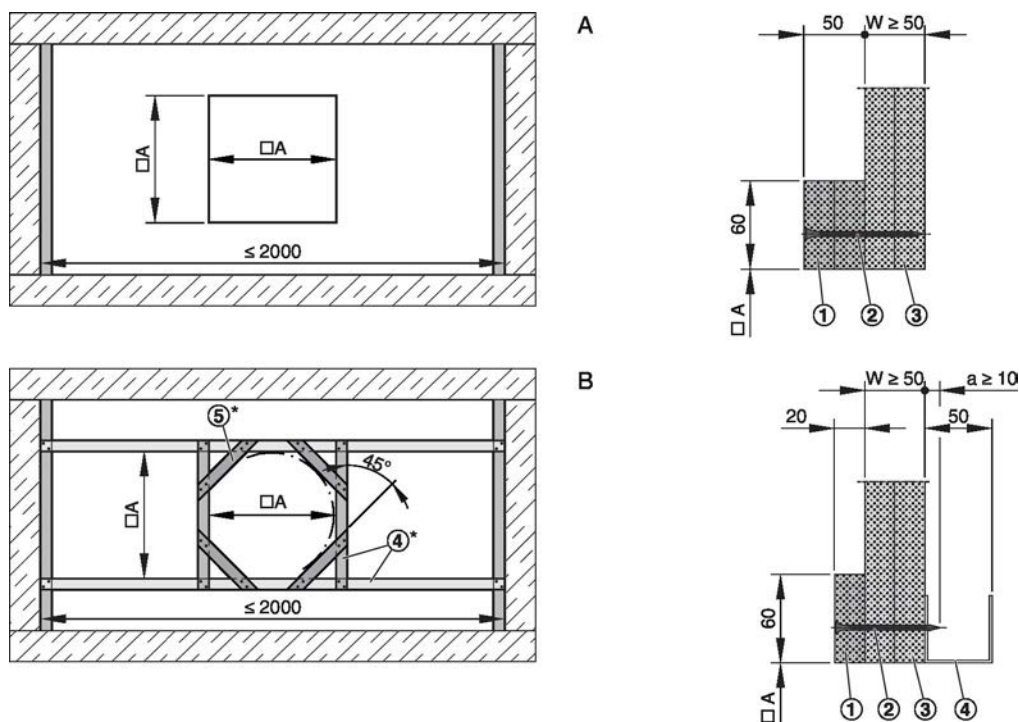

Fig. 42: Patinillo sin estructura de pared metálica y aislamiento en un lado
- Construir el patinillo siguiendo las instrucciones del fabricante y realizar la abertura para instalación con tiras de refuerzo, más información Fig. 42